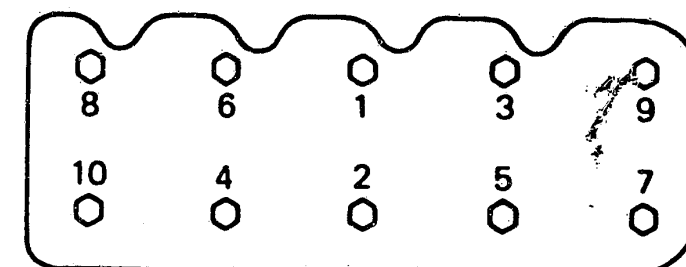

Bild 7 Die Zylinderkopfschrauben werden in der gezeigten Reihenfolge mit 69...73 Nm bei kaltem und 79...83 Nm bei warmem Motor festgezogen.
a) Dieser kann bei eingebautem Motor entfernt werden. Die Zylinderkopfschrauben sind in umgekehrter Anzugsreihenfolge (Bild 7) zu lösen.
Die Zylinderkopfschrauben sind schrittweise in der korrekten Reihenfolge (Bild 7) anzuziehen. Das Nachziehen erfolgt, nachdem der Motor Betriebstemperatur erreicht hat und wieder abgekühlt ist. Die Schrauben sind leicht zu lösen.